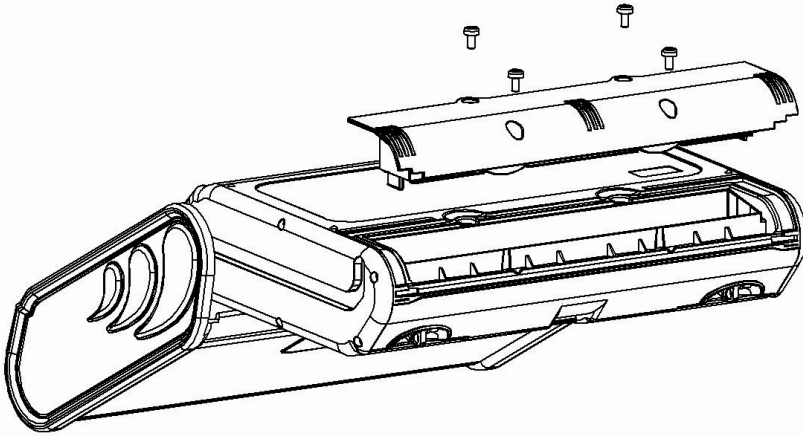

Fig. 6.1. Sostituzione del pacco batterie
- svitare le 4 viti che fissano il contenitore delle batterie (nella parte inferiore dell'alloggiamento – **Fig. 6.1**),